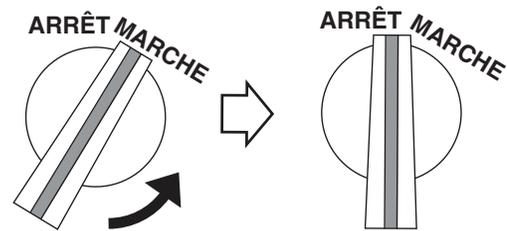

Figure 20. Commutateur de marche/arrêt du moteur (position d'arrêt)
2. Mettre le commutateur de **marche/arrêt** du moteur dans la position d'arrêt (Figure 20) **OFF**.